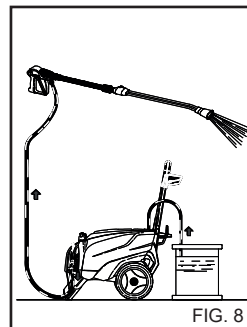

FIG. 8
- 1) Etter bruk med vaskemiddel må vannsystemet med høyt trykk skylles. La pumpen gå i 1 minutt med doseringskranen lukket igjen. (fig. 8).
- 4) Etter bruk med vaskemiddel må vannsystemet med høyt trykk skylles. La pumpen gå i 1 minutt med doseringskranen lukket igjen. (fig. 8).